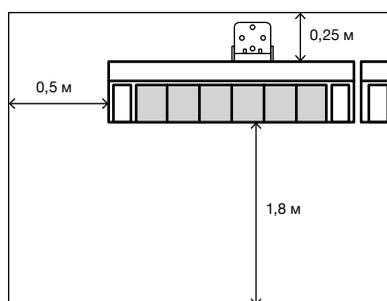

Рис. 2. Минимально необходимые расстояния от стен, потолка и пола
- Перед монтажом изучите схему с минимальными расстояниями и углом установки Устройства, соблюдение этих требований строго обязательно (см. рис. 2, 3)
- Расстояние между нижним краем Устройства и полом (или другим объектом снизу — настилом, покрытием) не должно быть менее 1,8 м (см. рис. 2)
- Расстояние между верхним краем устройства и потолком (или другим объектом сверху — крышей, обивкой и пр.) не должно быть менее 0,25 м (см. рис. 2)
- Расстояние от боковых краев Устройства до стен (или других объектов слева и справа от устройства) не должно быть менее 0,5 м (см. рис. 2)